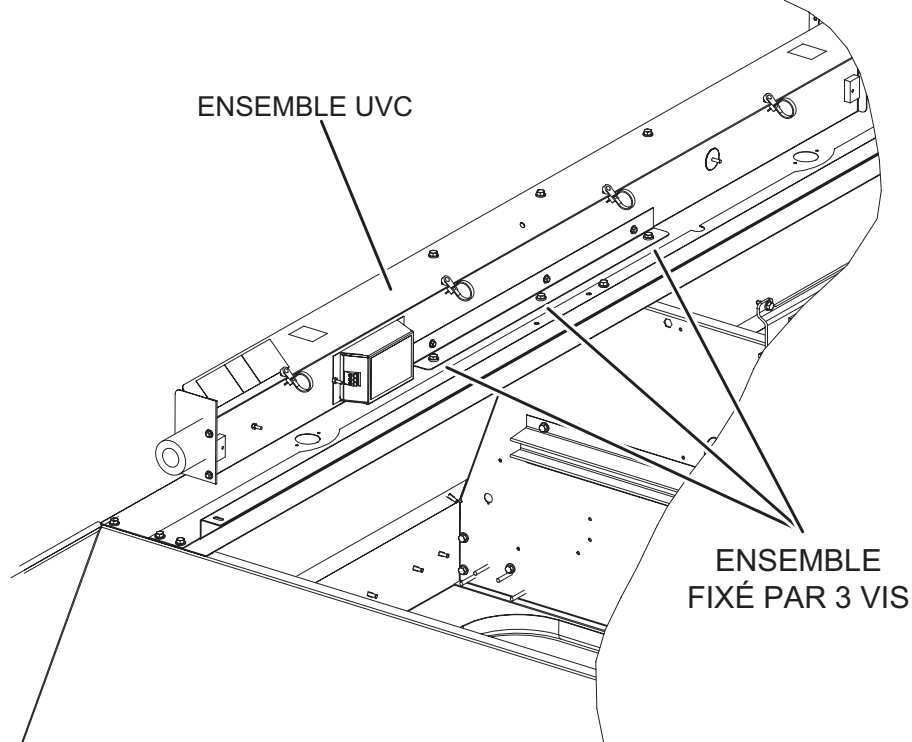

FIGURE 30
- 5 - Retirez et conservez les 3 vis qui fixent l'ensemble UVC. Sortez délicatement l'ensemble UVC en le faisant glisser par la porte d'accès au ventilateur. Reportez-vous à la FIGURE 30.